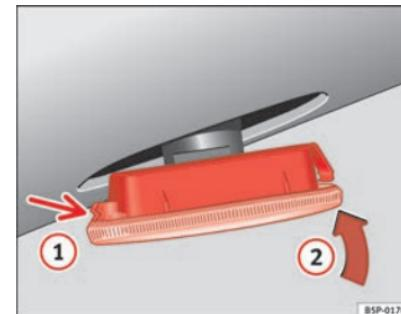

Fig. 149 Intermitentes laterales
- Coloque el intermitente en primer lugar en el orificio de la carrocería, encajando las pestañas ① ⇒ página 238, fig. 149, y a continuación encaje la lámpara como indica la flecha ② ⇒ página 238, fig. 149. ■